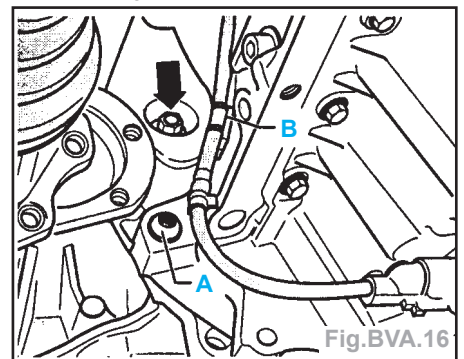

Fig. BVA.16
- Déposer la vis (A) de l'ensemble moteur / boîte (Fig. BVA.16).